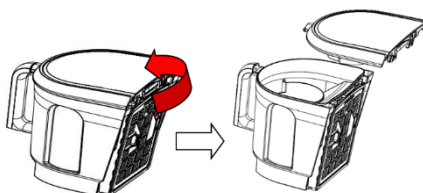
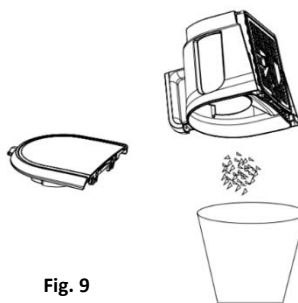

Fig. 8
Fig. 9
3. Ca în **Fig.8**, puneți recipientul pe coșul de gunoi: Apăsați butonul de eliberare pentru a deschide recipientul pentru praf și aruncați praful în coșul de gunoi **(Fig.9)**.